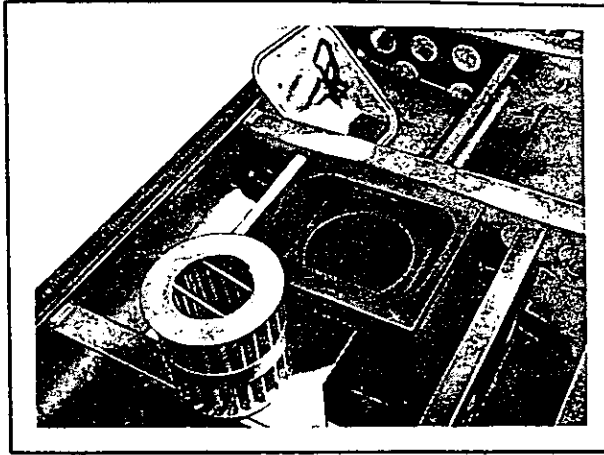

Figura 33. Cárter.
- * **Cárter:** Es un elemento de la bancada que ésta ubicado en su parte inferior, y que proporciona al conjunto la estanqueidad necesaria del aceite lubricante para que la lubricación de las piezas móviles del motor diesel sea perfecto. En la figura 33, se muestra el cárter del motor diesel; así como su elemento filtrador de malla gruesa.